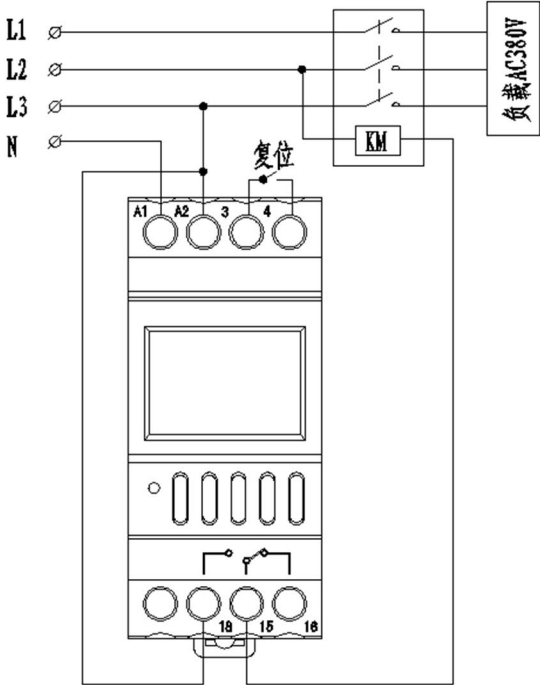

图5 三相控制接线图（接触器线圈AC380V）
- b) 控制接触器的线圈电压AC380V 50Hz，接线方式如图5所示。